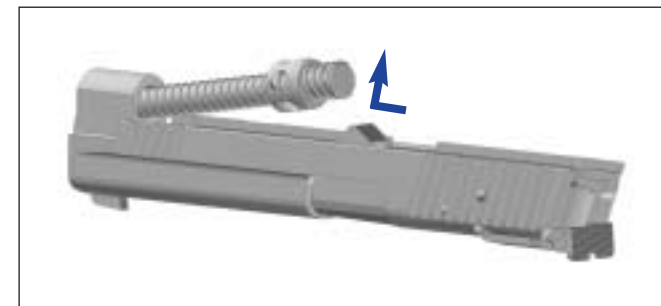

Abb. 11
7. Schließfederführung 61 nach vorne drücken, vorsichtig nach oben abheben und Schließfeder 62 mit Schließfederführung 61 aus Verschluss 50 entfernen (Abb. 11).